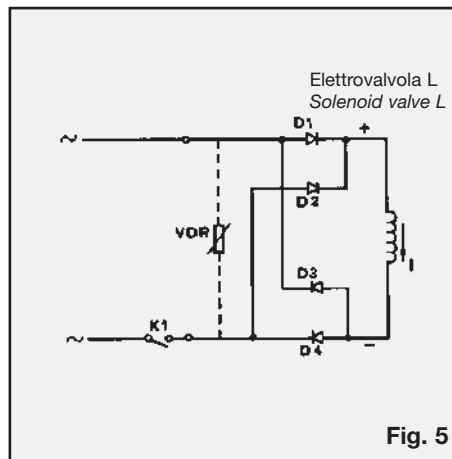

Fig. 5
**Circuito tipico di rettificatore a ponte (Fig. 5)**
**Typical Full Wave Bridge Rectifier Circuit (Fig. 5)**